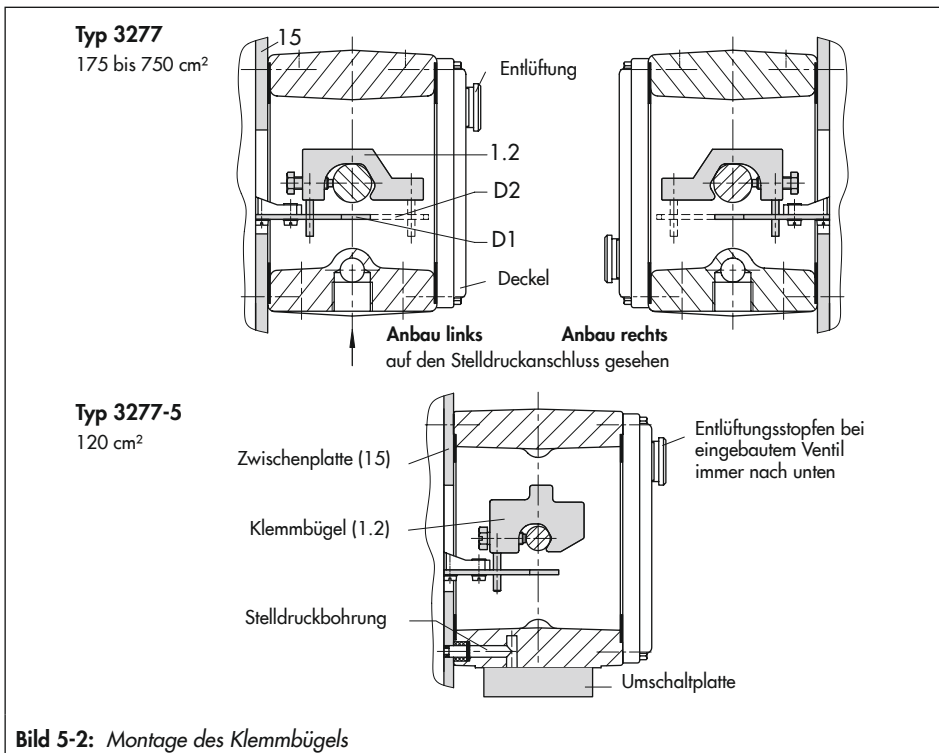

Bild 5-2: Montage des Klemmbügels
- Vgl. Bild 5-2
Der Stelldruck wird über die Umschaltplatte (Bild 5-1 und Bild 5-2 unten) auf die Membrankammer geführt.